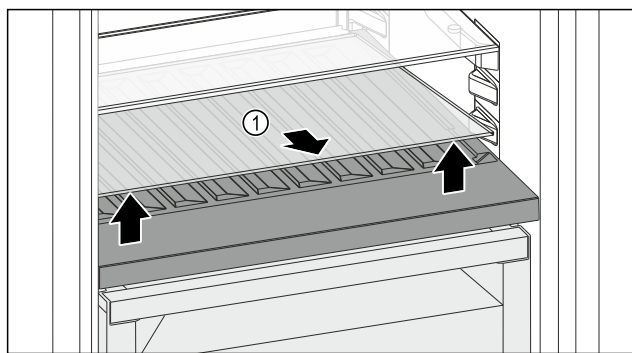

Fig. 96
- ▶ Løft glassplaten Fig. 96 (1) foran på fordypningen og ta den ut.
- ▶ Oppbevar glassplaten Fig. 96 (1) trygt utenfor apparatet.